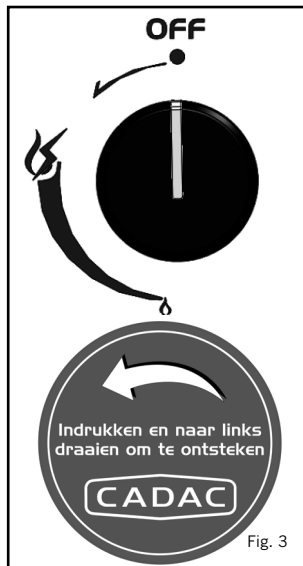

Fig. 3
- Met de regelaars kunt u de vlammen van elke brander apart regelen tot het gewenste niveau is bereikt; als u de knop tegen de wijzers van de klok in draait, wordt de vlam minder sterk en met de klok mee wordt de vlam sterker (zie fig. 3).